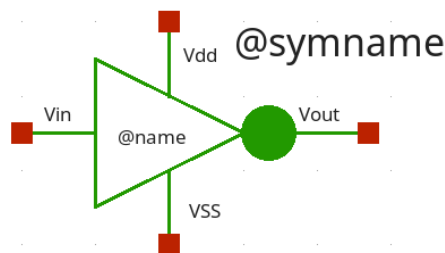

Figura 11: Símbolo del inversor creado.
12. Guarda los cambios en el archivo del símbolo. En la figura 11 se muestra como debe quedar.